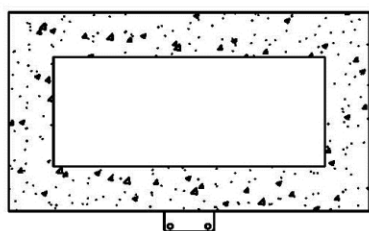

Fig.5
- Markieren Sie die Position der beiden unteren Löcher (siehe Fig. 5), entfernen Sie das Heizgerät und achten Sie darauf, dass der untere Befestigungsbügel nach oben gedreht ist.